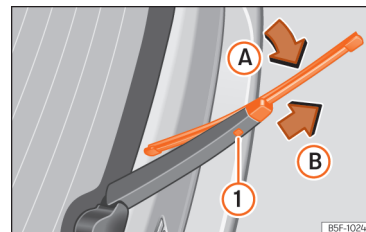

Рис. 222 Заміна щітки заднього склоочисника.
- Трохи поверніть щітку >>> **рис. 222** (стрілка **A**).
- Натисніть кнопку ① і легко потягніть щітку в напрямку стрілки **B**.